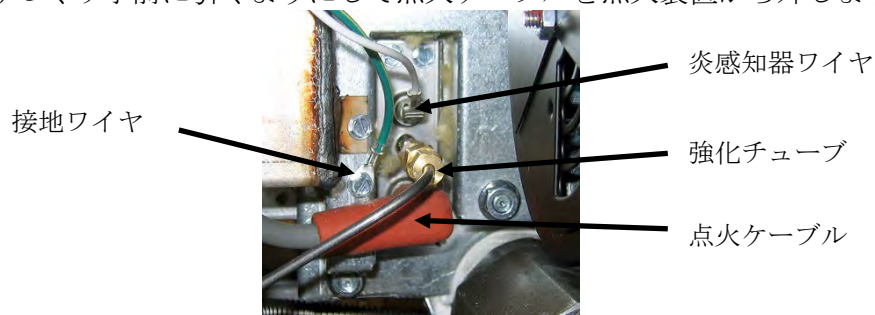

図7
4. 送風機を外します(セクション 1.14.7 の図 7 を参照してください)。
2. 点火装置の端子台からプッシュオン式の端子を注意して引き抜いて炎感知器のワイヤを抜きます(図7参照)。